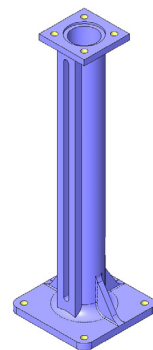

Fig.5
- Columna de maniobra recta (fig. 5)